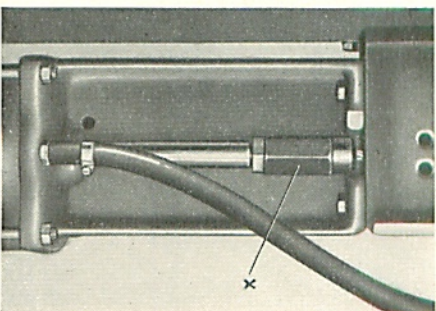
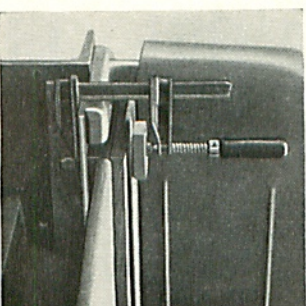

Bild 24
Bild 27
- 3) Clamping valve: (12) (Fig. 24).
- 2) Hold beam in position by attaching screw clamps (Fig. 27).
On the back (Fig. 24) of the air cylinder is an opening which permits cleaning and oiling of piston rod. Clean and lubricate piston rod once a day.
- 2) Maintenir la traverse à cette position à l'aide de serre-joints (fig. 27)
un orifice est prévu au dos du cylindre (fig. 24) pour le nettoyage et le graissage de la tige du piston. Nettoyage et graissage sont à effectuer chaque jour. La grande poulie du câble des machines à serrage pneumatique est pourvue de graisseurs à pourvoir de graisse à intervalles très rapprochés.
- 2) Spannbalken durch Anbringen von Schraubzwingen in dieser Stellung festhalten (Bild 27)
Am Luftzylinder ist auf der Rückseite (Bild 24) eine Öffnung zum Reinigen und Schmieren der Kolbenstange vorgesehen. Das Reinigen und Schmieren dieser Kolbenstange muß täglich vorgenommen werden. Bei Maschinen mit Druckluftspannung sind an den großen Seilrollen (28) Schmierriepel angebracht. Hier muß laufend geschmiert werden.
- 1) Auflageholz (14) entfernen
- 3) Spannbalken mit einer Schraubzwinge in dieser Stellung festhalten (Bild 27)
- 5) Seilrollen (24) abmontieren
- 6) Überwurfmutter (x) (Bild 24) an der Kolbenstange anschrauben
- 1) Remove wood block (14).
- 3) Hold clamping beam in this position by means of clamp screw (Fig. 27).
- 5) Remove rope pulleys (24).
- 6) Remove cap screw (x) (Fig. 24) on piston rod.
- 1) Déposer le bois d'appui (14).
- 3) Maintenir la traverse de serrage à cette position avec un serre-joints (fig. 27).
- 5) Démonter les poulies (24).
- 6) Dévisser l'écrou chapeau (x) (fig. 24) sur la tige de piston.